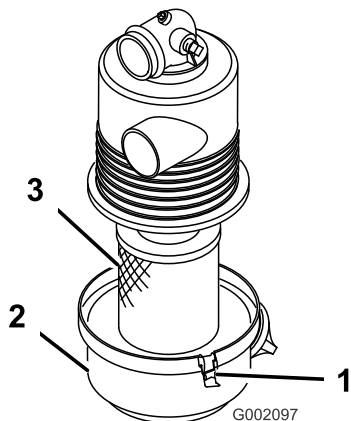

Bild 28
2. Lösen Sie die Riegel, mit denen die Abdeckung des Luftfilters am Luftfiltergehäuse befestigt ist (Bild 28).
3. Nehmen Sie die Abdeckung vom Gehäuse ab und reinigen Sie die Innenseite der Luftfilterabdeckung (Bild 28).
1. Setzen Sie den Filter in das Luftfiltergehäuse ein (Bild 28).
2. Fluchten Sie die Luftfilterabdeckung mit dem Luftfiltergehäuse aus (Bild 28).
3. Befestigen Sie die Abdeckung mit den Laschen am Luftfiltergehäuse (Bild 28).